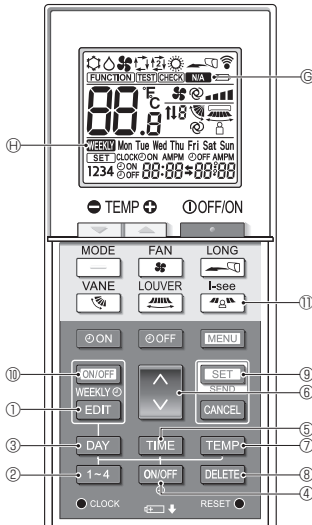

Fig. 4-3
<Váltás szerkesztési módba> (Fig. 4-3, Fig. 4-4)
Nyomja meg a **1~4** gombot ②. (Fig. 4-3, Fig. 4-4)
- A **1~4** gomb ② minden egyes megnyomásakor a mintaszám ④ az alábbi sorrendben módosul: 1 → 2 → 3 → 4.
Nyomja meg a **DAY** gombot ③. (Fig. 4-3, Fig. 4-4)
- A **DAY** gomb ③ minden egyes megnyomásakor a hét napja ⑤ az alábbi sorrendben módosul: Mon (Hét.) → Tue (Ked.) → Wed (Sze.) → Thu (Csü) → Fri (Pé.) → Sat (Szo.) → Sun (Vas.) → All days (Mindennap).
- Nyomja meg a **ON/OFF** gombot ④. (Fig. 4-3, Fig. 4-5 ⑤)
- Valahányszor megnyomja az **ON/OFF** gombot ④, a beállítás **ON** és **OFF** között változik.
- Nyomja meg a **TIME** gombot ⑤. (Fig. 4-3, Fig. 4-6)
- Nyomja meg a **↑** gombot ⑥ az üzemidő beállításához.
- Nyomja meg a **TEMP** gombot ⑦. (Fig. 4-3, Fig. 4-7, Fig. 4-8)
- A hőmérséklet beállításához nyomja meg a **↓** gombot ⑧.
- Ha engedélyezve van az AUTO (AUTOMATIKUS) (kettős beállított pont) üzemmód, nyomja meg a **TEMP** gombot ⑦ a felső korlát ⑨ és az alsó korlát ⑩ közötti váltáshoz.
<A beállítások törlése> (Fig. 4-3)
<A beállítások továbbítása> (Fig. 4-3)
<A heti időzítő engedélyezése> (Fig. 4-3)
4.7. Az i-See érzékelő (Fig. 4-3)